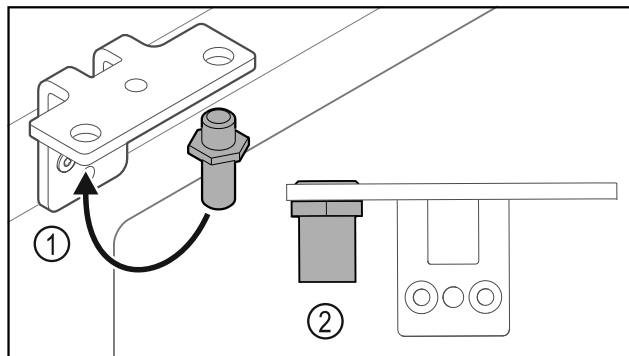

Fig. 30
- ▶ Premiestnite čap Fig. 30 (1) v uholníku závesu.
- ▶ Utiahnite čap Fig. 30 (2) **uťahovacím momentom 12 Nm**.